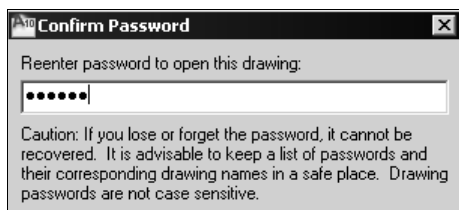

Рис. 2.11. Окно для ввода подтверждения пароля, присвоенного рисунку
5. Щелкните кнопку **ОК**, а затем в появившемся диалоговом окне **Confirm Password** (Подтверждение пароля) (рис. 2.11) подтвердите заданный пароль повторным его вводом.